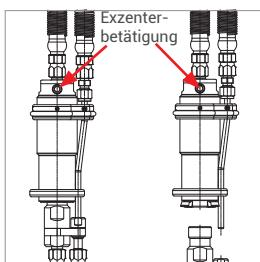

Abbildung 12
- Stecken Sie den Nippeleinsatz (Pos. 7) mit montiertem Füllschlauch in den Kupplungskörper (Pos. 1) ein und, falls vorhanden, auf die Gasrückführung (Pos. 6) auf (Abbildung 12).